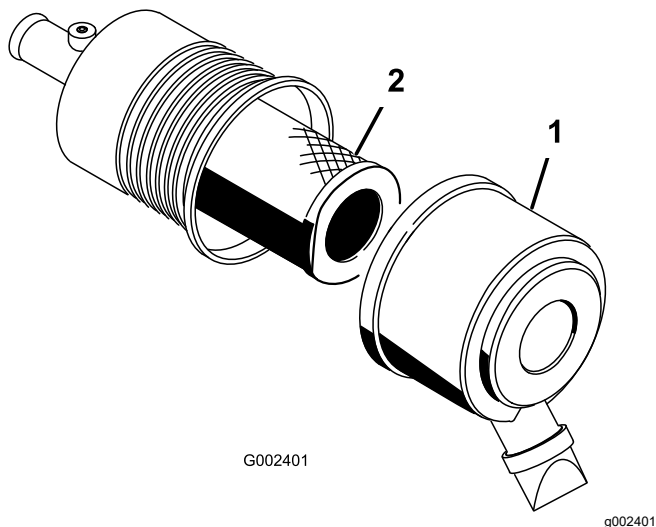

図 54
- エアクリーナのカバーをボディーに固定しているラッチを外す 図 54。
- エアクリーナのボディーからカバーを外す(図 54)。
- フィルタを取り外して交換する(図 54)。